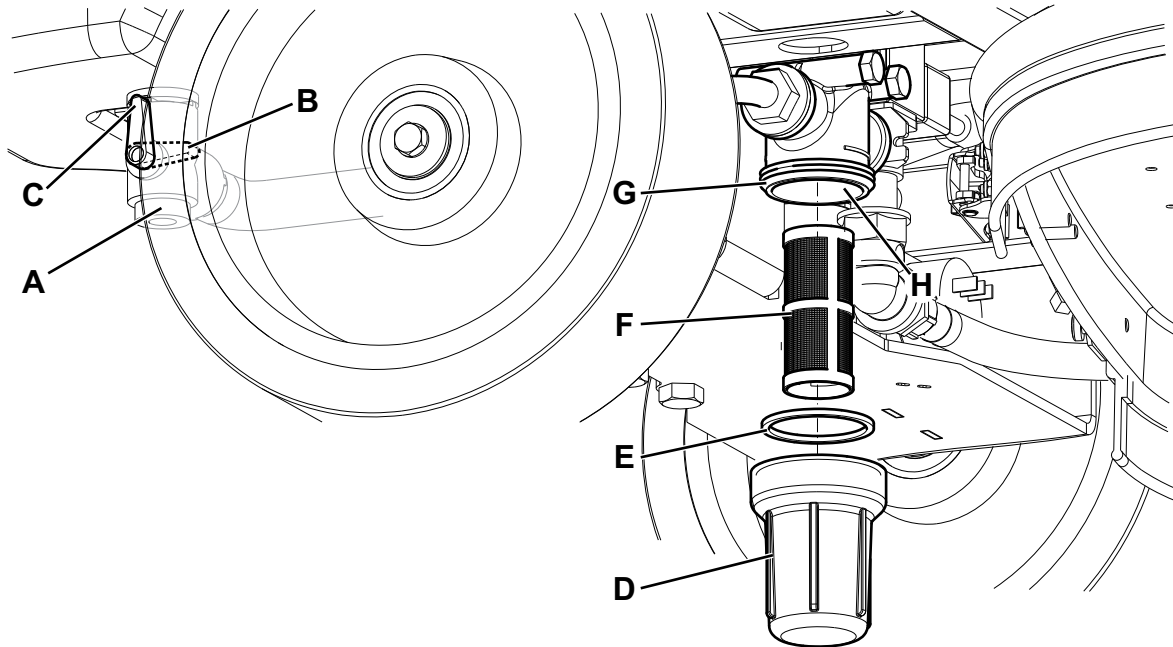

Figure 9
2. Positionner la clé de contact (58) sur "0".
3. Fermer le robinet (A, Fig. 9) de la solution situé dessous la machine, derrière la roue arrière droite. Le robinet (A) est fermé quand il se trouve dans la position (B) par rapport au robinet et il est ouvert quand il se trouve dans la position (C).
4. Enlever le petit glas transparent (D), récupérer le joint (E), puis enlever le filet filtrant (F) sous la machine, devant la roue arrière droite. Les nettoyer à l'eau et les reposer dans le support (G).